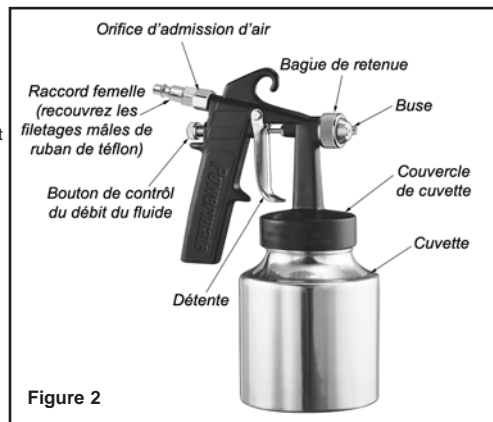

Figure 2
2. Installez un raccord mâle 1/4 po NPT (non inclus) à l'orifice d'admission d'air de l'outil (voir Figure 2). **Remarque :** **Enveloppez toutes les extrémités filetées à l'aide de ruban d'étanchéité en téflon.**
- Bouton de contrôle du débit du fluide (voir Figure 2) - tournez-le dans le sens horaire pour le fermer et dans le sens antihoraire pour l'ouvrir. Ce bouton contrôle la quantité de peinture qui se mélange à l'air.